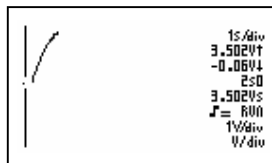

Fig 70
- With a time base of 1s/div or slower, only the instant value (Vs) will be shown (fig. 70).
- Bij een tijdbasis van 1s/div of trager wordt enkel de ogenblikkelijke waarde (Vs) weergegeven (fig. 70).
- Avec une base de temps de 1s/div ou moindre, seul la valeur actuelle (Vs) sera affichée (Fig. 70).
- Bei einer Zeitbasis von 1s/div oder langsamer wird nur der augenblickliche Wert (Vs) angezeigt (Abb. 70).